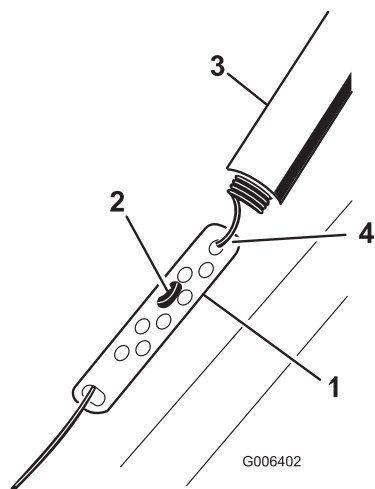

Figura 10
1. Fate scorrere verso l'alto la protezione della molla e sganciate la molla dal dispositivo di regolazione (Figura 10).
2. Spostate il raccordo a Z su un foro superiore o inferiore del dispositivo di regolazione, al fine di ottenere una distanza compresa tra 2 e 3 mm tra la barra di comando e la stegola (Figura 10).